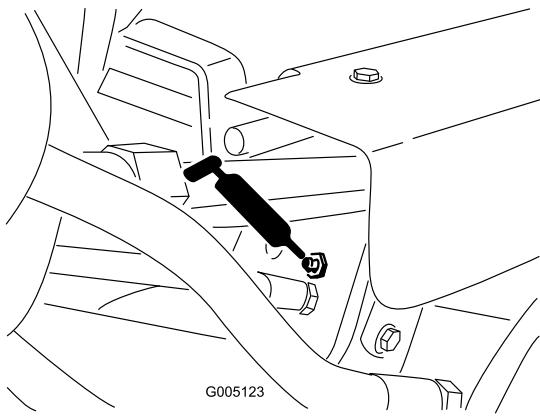

Figura 44
- Cilindros de elevación (3) (Figura 44)